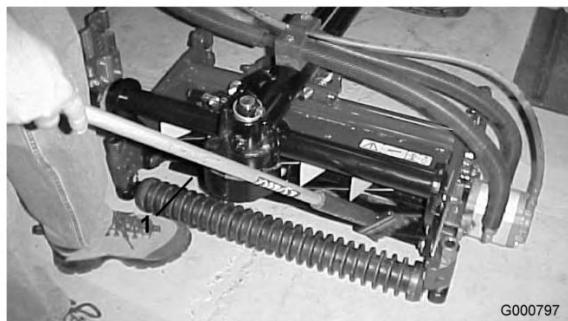

図 85
8. 長柄のブラシ(Toro P/N29-9100)で、ラッピングコンパウンドを塗布しながら作業する。どんな場合でも短い柄のブラシは使用しないこと(図85)。